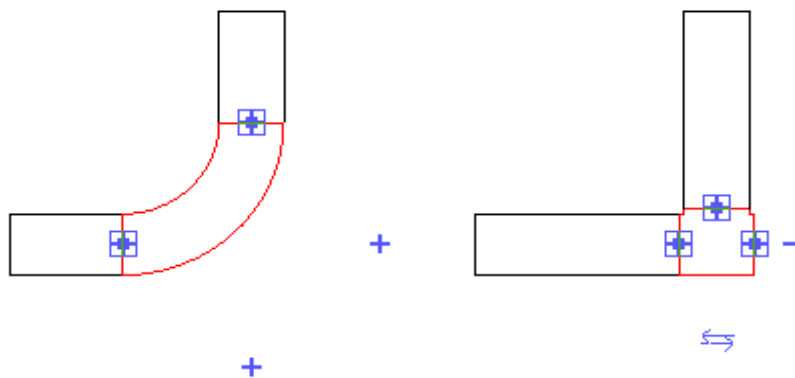
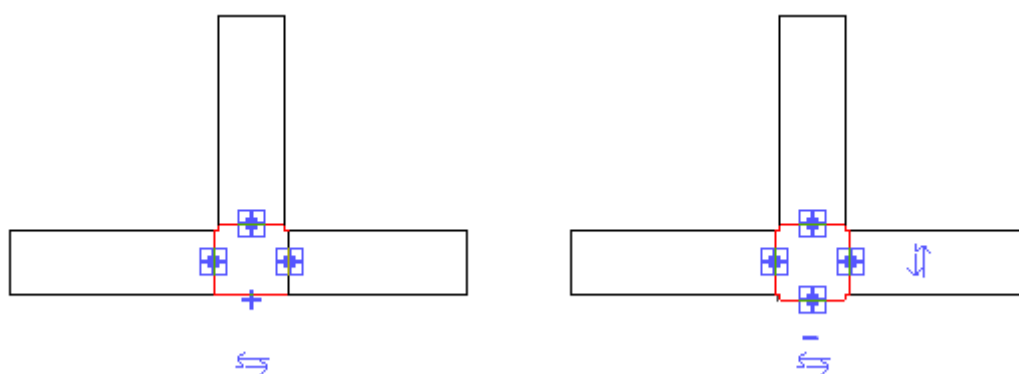

Рисунок 4.31. Добавление к отводу ответвления
Рисунок 4.32. Добавление к тройнику открытого конца для присоединения ответвления
2. Чтобы к отводу добавить ответвление, щелкните знак "плюс" (рис. 4.31). В приведенном выше примере отвод заменяется более сложным фитингом – тройником. Если присоединить к открытому отводу тройника воздухопровод, на месте оставшегося потенциального отвода появляется знак "плюс", как показано на тройнике слева (рис. 4.32).